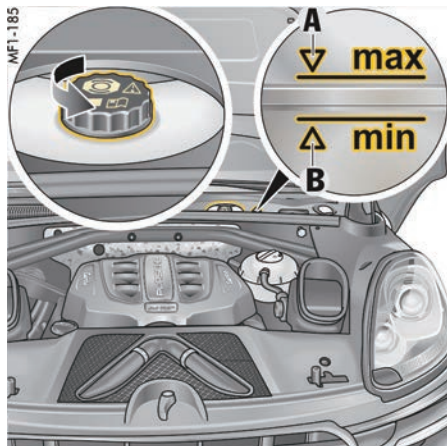

图 240: 制动液储液罐
- ▶ 读取制动液储液罐上的制动液液位（图 240）。液位必须始终保持在最低和最高标记之间。